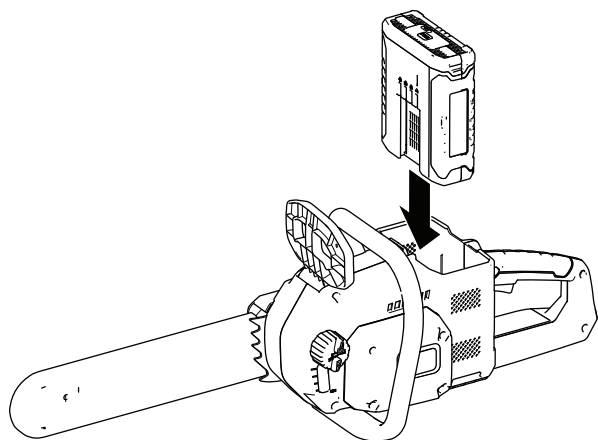

Figure 25
2. Mettez la languette de la batterie en face du logement de batterie dans la tronçonneuse (Figure 25).